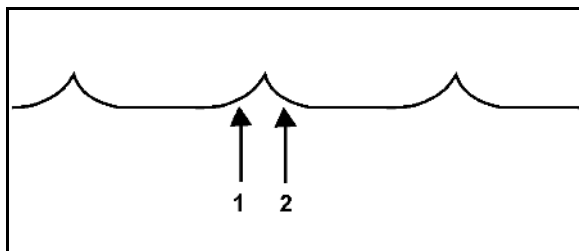

Fig. 48
- La profondeur de travail se règle de manière hydraulique à l'aide de l'échelle graduée (Fig. 48/1).